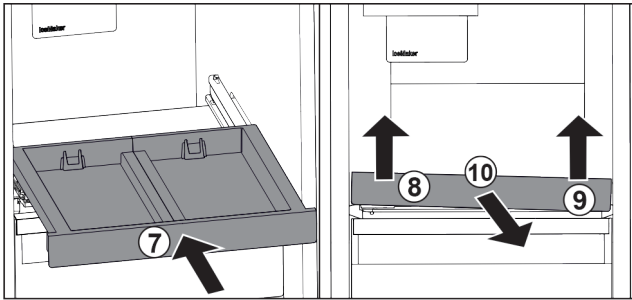

Fig. 141
- ▶ Вставити витяжну панель. Fig. 141 (7)
- ▶ Підняти витяжну панель спереду ліворуч. Fig. 141 (8)
- ▶ Підняти витяжну панель спереду праворуч. Fig. 141 (9)
- ▶ Витяжну панель витягнути вперед. Fig. 141 (10)